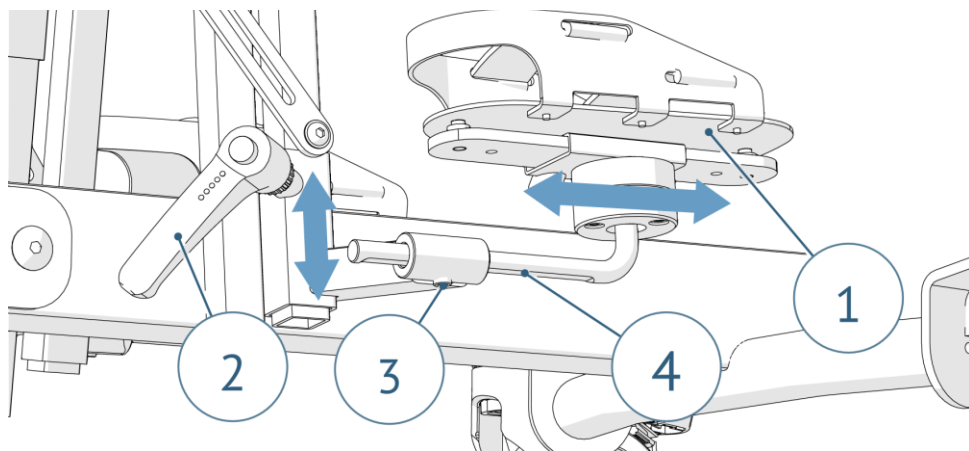

Рисунок 11. Регулировка положения подножки по высоте и глубине
Для регулировки положения подножки (1) по высоте ослабьте рукоятку (2) и установите необходимую высоту подножки, затем зафиксируйте положение подножки, плотно затянув рукоятку (2) (**рис.11**).